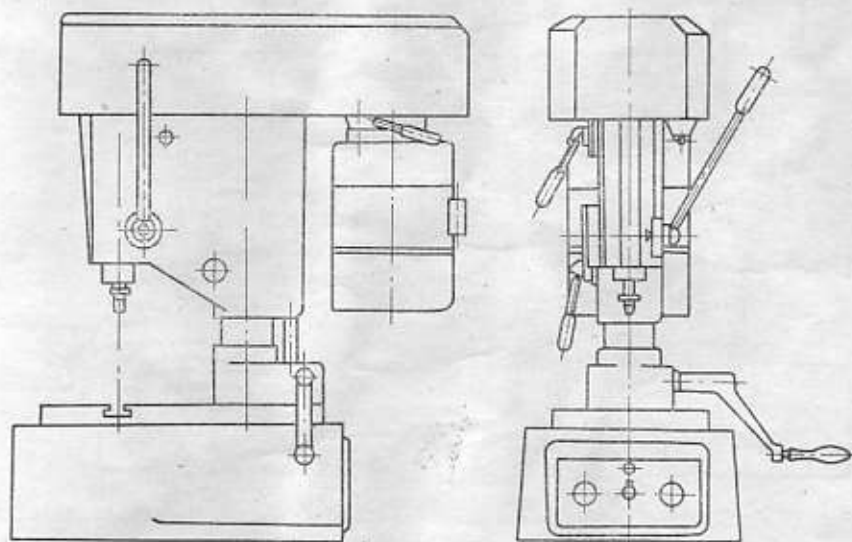

Рис. 1. Станок настольно-сверлильный модели 2Н106П
1. 1. 1. Настольный сверлильный станок модели 2Н106П предназначен для сверления отверстий диаметром до 6 мм в изделиях из черных и цветных металлов. Общий вид станка дан на рис. 1. Класс точности станка — П.